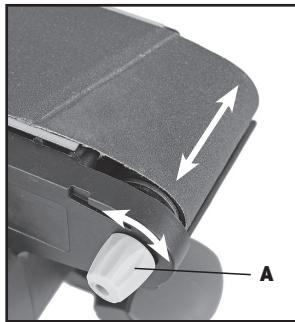

Рис. 3
- Взять устройство, включить его и перевернуть. Отрегулировать колею ленты, поворачивая регулировочный винт (A) до тех пор, пока кромка шлифовальной ленты не встанет вровень и параллельно с краем устройства (Рис. 3).